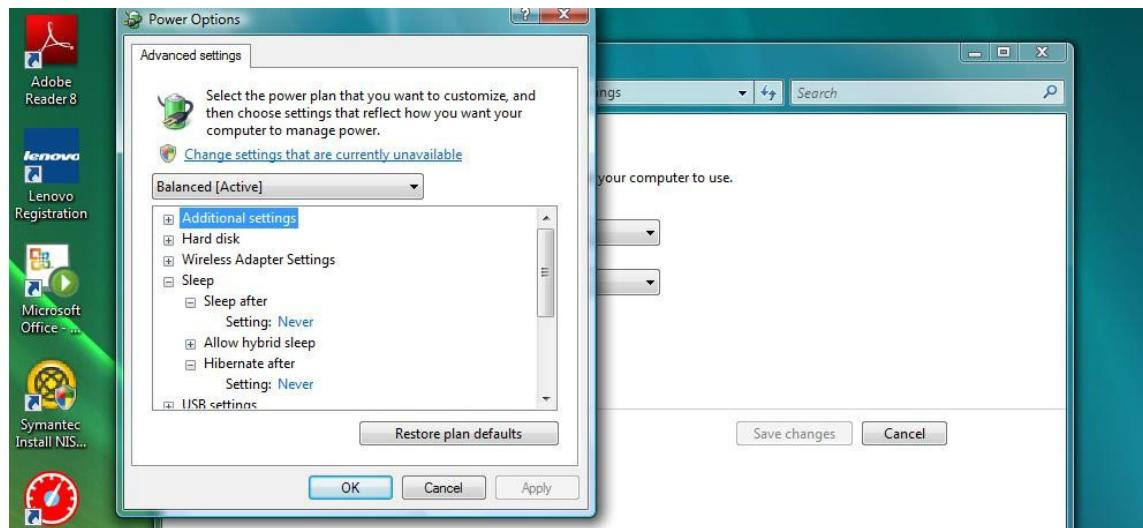

Рис. 36
5. В списке найдите «Переход в спящий режим» (Рис. 36). Для параметра «Переход в спящий режим после» выберите НИКОГДА, а также для параметра «Переход в режим гибернации» выберите НИКОГДА.
6. Нажмите кнопку «Применить», чтобы сохранить изменения. Далее нажмите кнопку «OK» (Рис. 36).